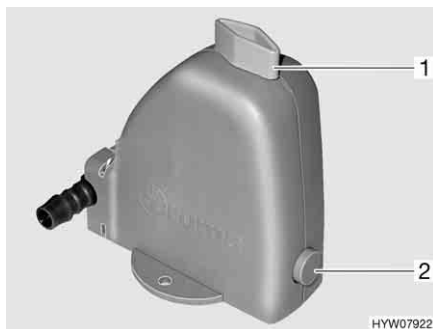

Fig. 68 Valvola di sicurezza/di scarico del boiler
Il boiler è dotato di una valvola di sicurezza/di scarico (Fig. 68). La valvola di sicurezza/di scarico impedisce che l'acqua congeli nel boiler in presenza di basse temperature esterne, quando il riscaldamento dell'autocaravan non è acceso.
- Chiudere la valvola di sicurezza/di scarico. A tal fine ruotare la manopola (Fig. 68,1) verticalmente rispetto alla valvola di sicurezza/di scarico e premere verso l'interno il bottone automatico (Fig. 68,2).
- Aprire la valvola di sicurezza/di scarico. A tal fine ruotare la manopola (Fig. 68,1) nel senso della lunghezza della valvola di sicurezza/di scarico. Il bottone automatico (Fig. 68,2) scatta all'infuori. Il boiler viene svuotato verso l'esterno tramite la valvola di sicurezza/di scarico.